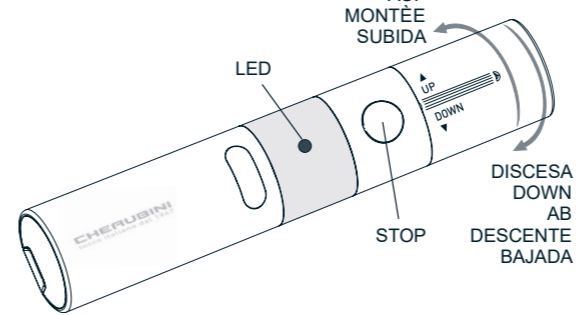
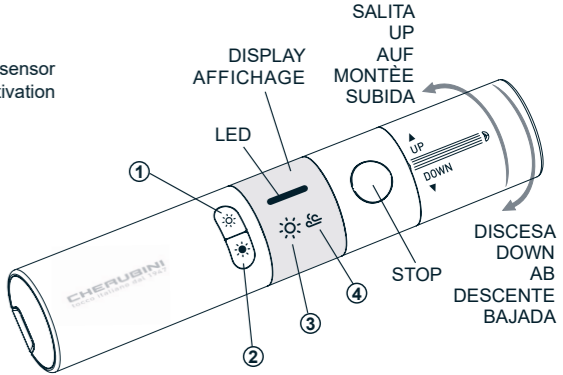

fig. 1
fig. 2
**2.0 ALIMENTAZIONE** - I telecomandi GIRO funzionano con due pile alcaline da 1,5 V formato LR03 (AAA) (fig. 3). Durante la trasmissione il LED frontale bianco (GIRO fig. 1) - o il display (GIRO Lux fig. 2) - si accende fisso, se le pile sono cariche,
**2.0 POWER SUPPLY** - The remote controls GIRO work with two 1.5 V Alkali batteries (AAA) format LR03 (fig. 3). White front LED will be lightened during transmission. (GIRO fig. 1) or the display (GIRO LUX fig. 2) - will be on if batteries are charged,
**2.0 STROM** - Die Handsender GIRO funktionieren mit zwei 1,5 V Alkalibatterien (AAA) Format LR03 (fig. 3). Sind die Batterien voll, sind während der Sendung, der frontale weiße LED (GIRO fig. 1) oder der Display (GIRO LUX fig. 2) aufgeleuchtet und
**2.0 ALIMENTATION** - Les émetteurs GIRO fonctionnent avec 2 piles alcalines de 1,5 V format LR03 (AAA) (fig. 3). Pendant la transmission la LED frontale blanche est activée (GIRO fig.1) - ou l'affichage (GIRO Lux fig. 2) - si la lumière est fixe les piles sont chargées, elle clignote quand les piles sont presque
**2.0 ALIMENTACIÓN** - Los emisores GIRO funcionan con dos pilas alcalinas de 1,5 V tipo LR03 (AAA) (fig. 3). Durante la transmisión el LED frontal blanco (GIRO fig. 1) - ó el display (GIRO Lux fig. 2) - se mantiene fijo si la pila está cargada,
#### GIRO (fig. 1)
#### GIRO Lux (fig. 2)